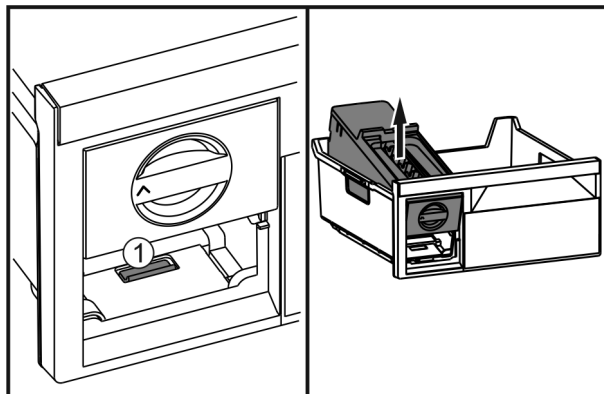

Fig. 29
- ▶ Stlačte sponu Fig. 29 (1), nadvihnite zariadenie EasyTwist-Ice zozadu a vyberte ho zo zásuvky na zmrazovanie.